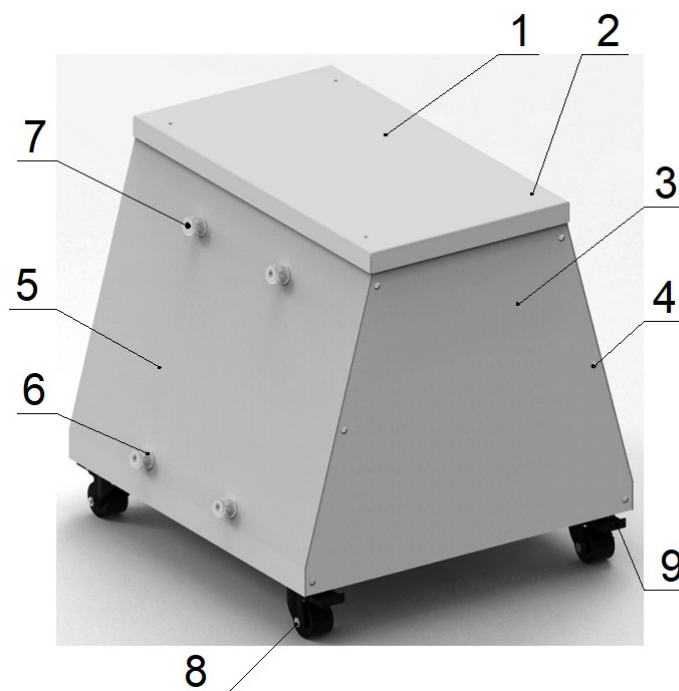

Рис. 1 Устройство подставки
Общее устройство подставки показано на рис. 1.
- поднимите столы вверх и зафиксируйте их как показано на рис. 1 руководства по эксплуатации тестораскаточной машины;